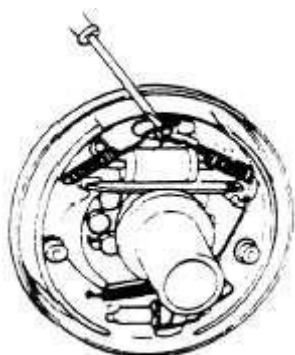

Рис. 9-18
(2) Снять возвратные пружины тормозных колодок (Рис. 9-18).